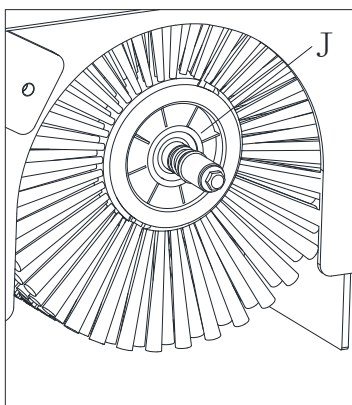
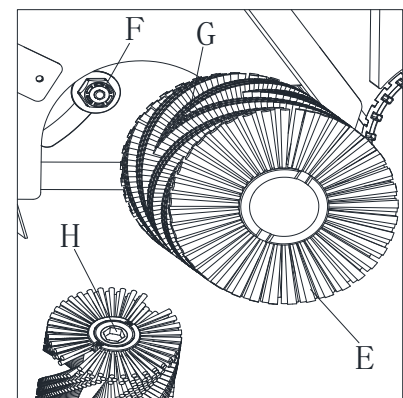

Figura 26
Figura 24
6. Remova a escova (E, Figura 24) juntamente com o cubo (J, Figura 26).
7. Verifique se o cubo de acionamento (F, Figura 24) está livre de sujidade ou materiais estranhos (cordas, cabos, etc.) acidentalmente enrolados.
8. Instale a nova escova principal com o padrão de cerdas como mostrado na figura (G, Figura 24).
9. Instale a nova escova principal e certifique-se de que a malha hexagonal (H, Figura 24) encaixa-se corretamente no cubo de acionamento (F, Figura 24).
10. Instale o cubo (J, Figura 26) na escova principal.